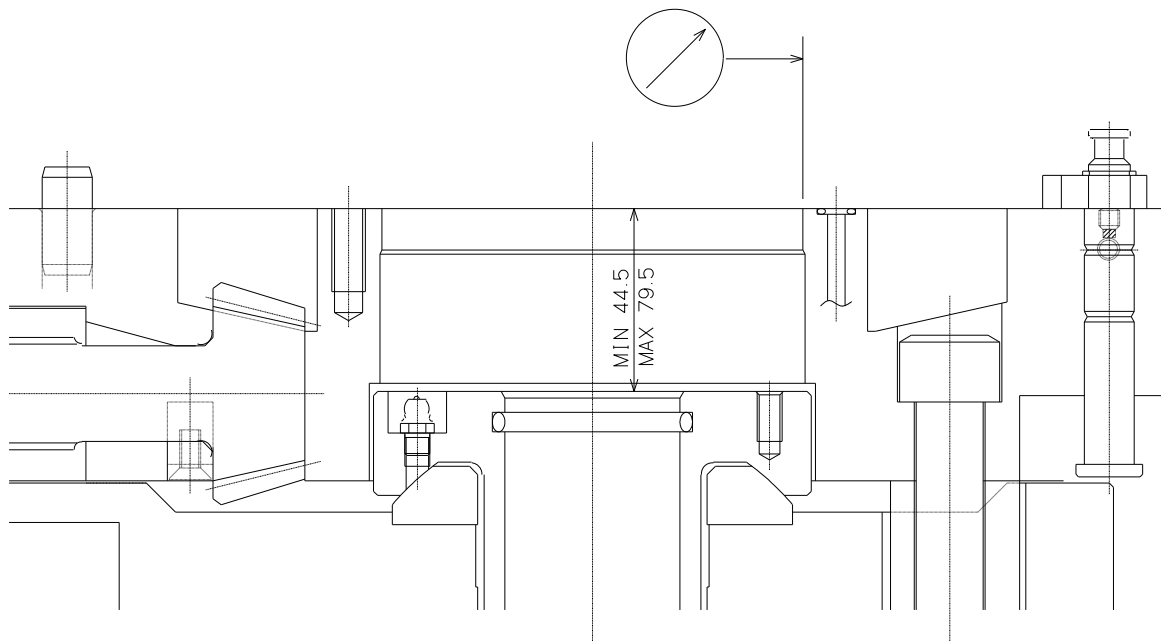

図 14
- ・ 【Z】連結用ハンドルを用いて図 14 のように【D】プランジャの位置を調整します。なお、プランジャにはクリックストップ(回り止め装置)がついていますので、この手応えのあった位置で調整完了するようにしてください。